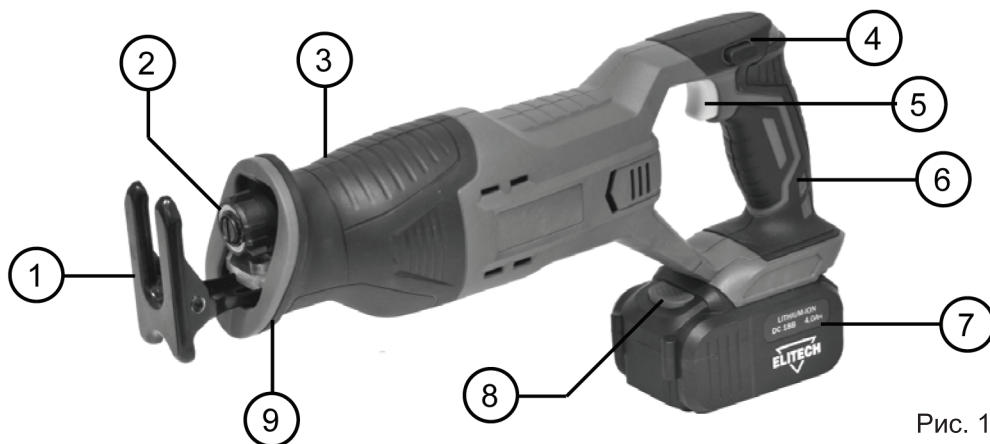

Рис. 1
Для включения инструмента нажмите на кнопку разблокировки выключателя 4 (Рис. 1) и не отпуская ее нажмите на выключатель 5 (Рис. 1). Скорость инструмента увеличивается при увеличении давления на выключатель. Отпустите выключатель для остановки инструмента.
- Извлеките аккумулятор 4 (Рис. 1) из инструмента, нажав на кнопку разблокировки аккумулятора 8 (Рис. 1) и потянув аккумулятор из устройства.